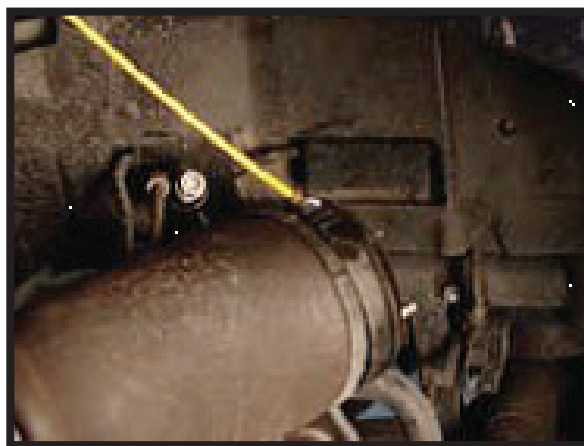

FIGURA 7
8. CON EL PUNTAL NEUMÁTICO EXTRAÍDO, AHORA PUEDE OBTENER ACCESO A LA CONEXIÓN DEL CONDUCTO. EXTRAIGA LENTAMENTE LA FIJACIÓN PARA DESINFLAR Y LIBERAR EL CONJUNTO. EXTRAIGA LA FIJACIÓN DEL TUBO DE AIRE DEL CONDUCTO DE AIRE Y DESÉCHELO. (FIGURA 7)